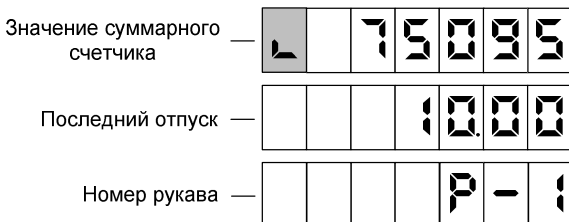

Рисунок 7
9.6 Предусмотрен просмотр на табло значений суммарного счетчика рукава в строке указателя стоимости с мигающим символом "L" в старшем разряде. В строке цены за литр отображается порядковый номер рукава и символы "P -" (рисунок 7). В случае многорукавной колонки, чтобы просмотреть на табло значения суммарных счетчиков других рукавов стороны, необходимо снять раздаточный кран интересующего рукава. В этом режиме допускается выдача топлива.